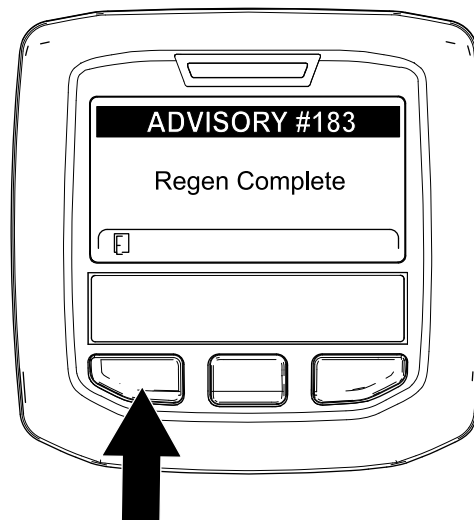

Bild 69
9. Wenn der Motorcomputer eine geparkte Regenerierung oder eine Wiederherstellung-Regenerierung abschließt, wird im InfoCenter ADVISORY #183 (Bild 69) angezeigt. Drücken Sie die linke Taste, um den Homebildschirm anzuzeigen.